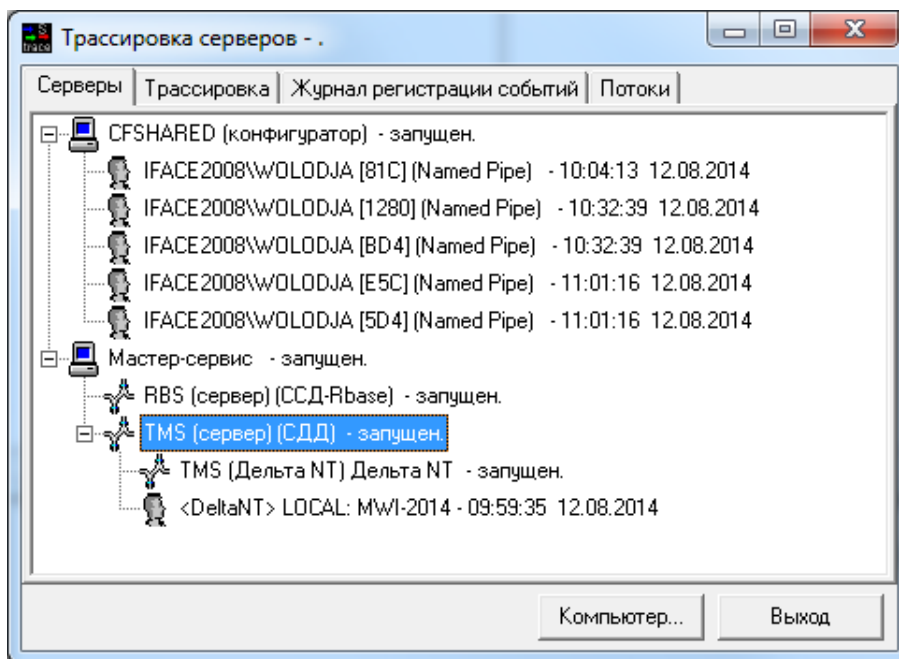
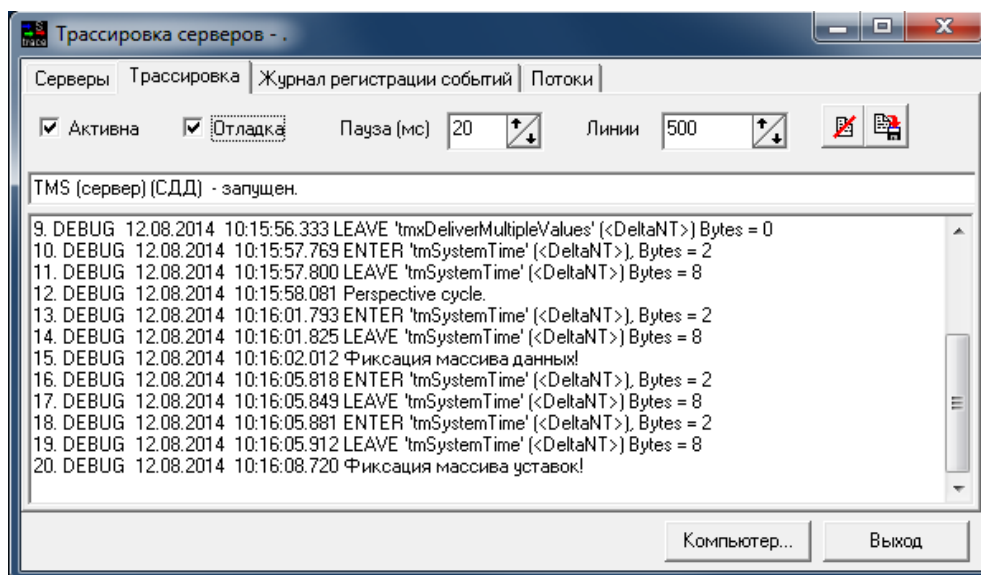

Рис. 5.5 Трассировка серверов
Рис. 7.1 Трассировка обмена
5.8.3 После завершения настройки сервера динамических данных (закладки «Структура» и «Оборудование») сохранить конфигурацию и вернуться в главное меню настройки серверов ARIS SCADA (кнопки «Сохранить» и «Выход» в окне «Настройка сервера динамических данных TMS, см. Рис. 5.5).
5.8.4 В главном меню настройки серверов ARIS SCADA запустить сервер ARIS SCADA (выбрать строки меню «Компьютер» -> «Запустить мастер-сервис на выбранном компьютере» или воспользоваться кнопкой  «Запустить»). Перейти в окно трассировки (выбрать строки меню «Компьютер» -> «Трассировка обмена» или воспользоваться кнопкой  «Трассировка»). Все серверы и подчиненные им службы должны быть запущены (см. Рис. 5.5).
Выбор пункта меню «Трассировка обмена» активирует окно трассировки серверов на закладке «Серверы» (см. на Рис. 5.5). Для просмотра трассировки следует ЛКМ выбрать строку сервера для трассировки, а затем ЛКМ открыть закладку «Трассировка». Откроется окно трассировки выбранного сервера (см. Рис. 7.1). Данный сервис может потребоваться на этапе настройки ПО при консультации с разработчиком ПО. Результаты трассировки можно сохранить в файле – кнопка  «Сохранить». Просмотреть трассировку сервера можно также с удаленного компьютера, воспользовавшись кнопкой «Компьютер» в окне «Трассировка обмена» - откроется окно выбора компьютера, приведенное на Рис. 7.5.